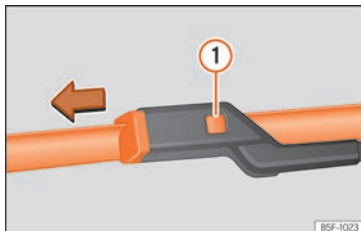

Fig. 41 Remplacement des balais d'essuie-glace.
- Maintenez la touche de déverrouillage » » fig. 41 ① enfoncée en tirant légèrement le balai dans le sens de la flèche.